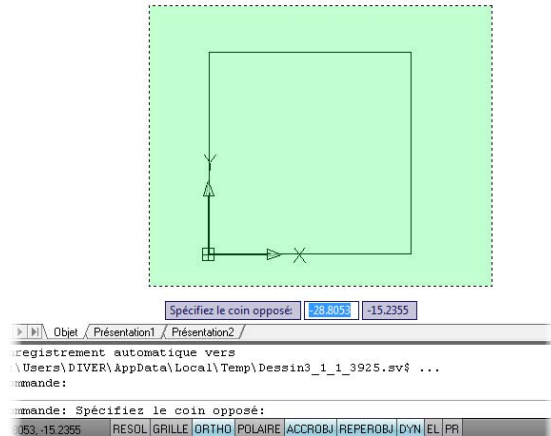

Figure 2.68
7. Sélectionnez le carré (voir Figure 2.68).